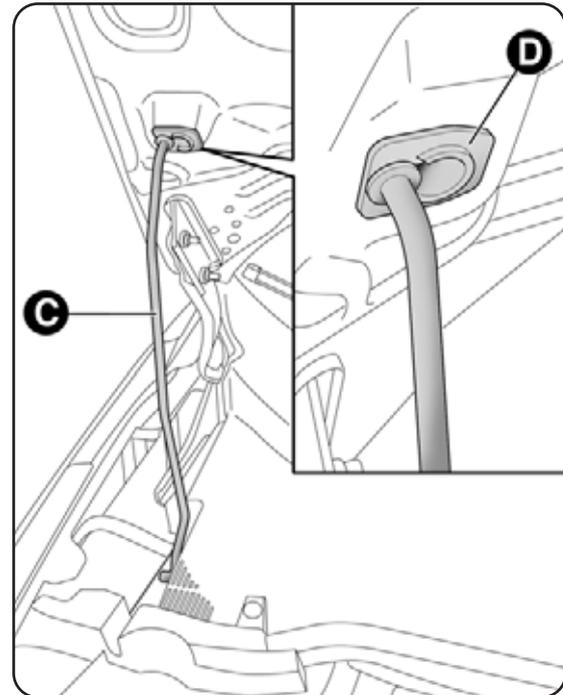

fig. 67
- levantar o capot e simultaneamente libertar o suporte de sustentação C-fig. 67 do seu dispositivo de bloqueio, de seguida inserir a extremidade na sede D, certificando-se de fazer inserir o suporte no furo mais pequeno da mola de retenção.
- manter levantado o capot com uma mão e com a outra retirar a haste C-fig. 67 da sede D e voltar a introduzi-la no próprio dispositivo de bloqueio;